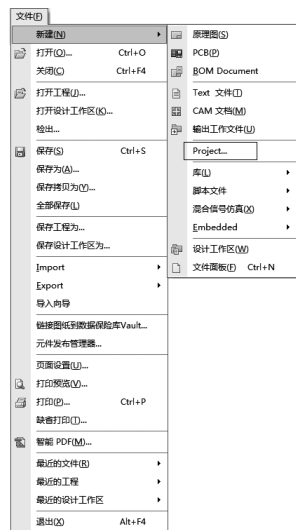

图 4-30 新建 PCB 项目文件
(1) 启动 Altium Designer 17，选择菜单栏中的“文件”→“New”（新建）→“Project”（工程）命令，如图 4-30 所示。